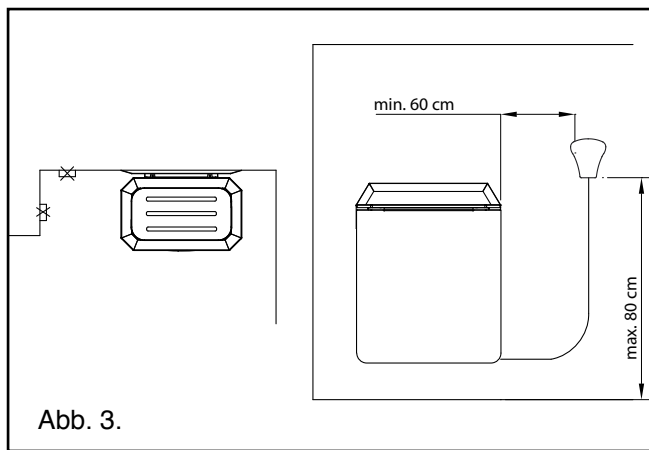

Abb. 3.
- In der Sauna sind die maximale Anbringungshöhe der Steuereinheit 80 cm und der Mindestabstand zum Saunaofen 60 cm (siehe Abb. 3).